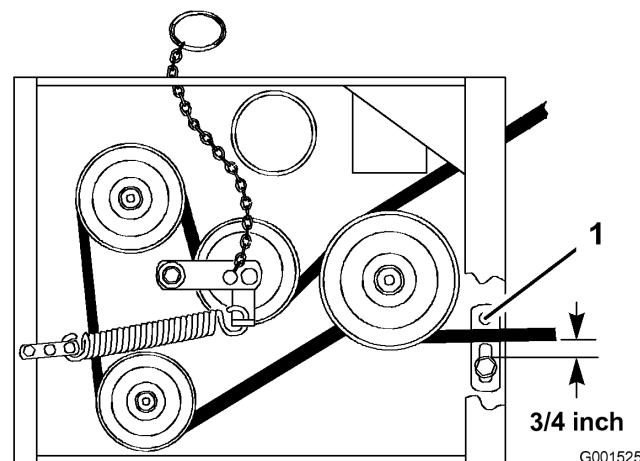

Figura 41
8. Compruebe que la guía de la correa, situada debajo del bastidor del motor, está ajustada correctamente (Figura 41).
**Nota:** La distancia entre la guía de la correa y la correa del cortacésped debe ser de 19 mm (3/4 pulg.) cuando la correa del cortacésped está engranada (Figura 41). Ajuste la correa del cortacésped si es necesario. La correa no debe rozar ni salirse de la polea si las guías y la tensión de la correa están correctamente ajustadas.